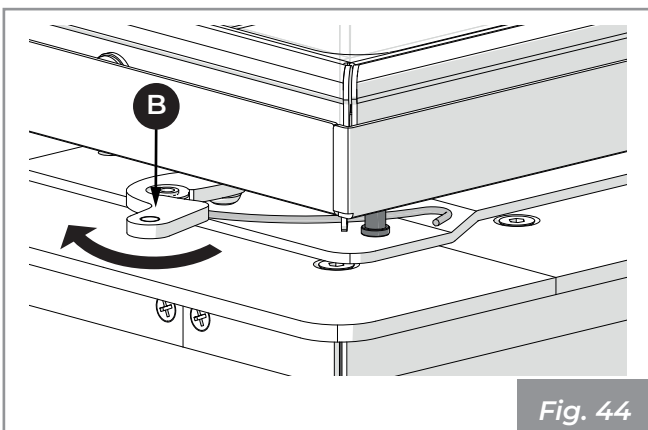

Fig. 44
- 5) Pousser le levier (B) avec la main et ramener le battant en position de verrouillage (Fig. 44).